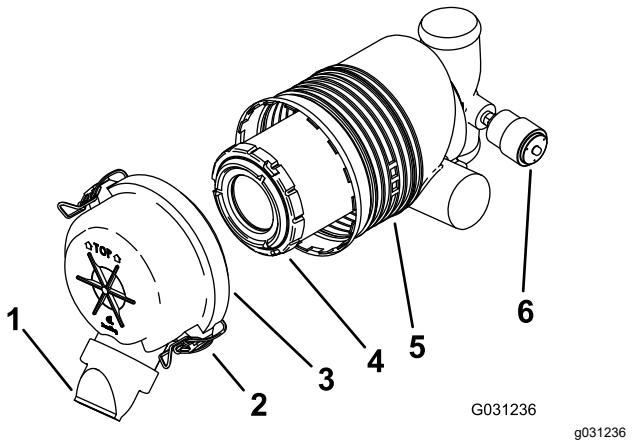

Figura 30
Importante: Sostituite il filtro dell'aria solo quando la spia di servizio è rossa (Figura 30). Sostituendo il filtro dell'aria prima del necessario si aumenta il rischio che la morchia entri nel motore quando si toglie il filtro.
5. Rilasciate i dispositivi di fermo del filtro dell'aria e togliete il coperchio dal corpo del filtro (Figura 30).
- Se l'indicatore di servizio è pulito, montate la copertura del filtro dell'aria con il coperchietto antipolvere orientato verso il basso e fissate i fermi (Figura 30).
1. Estraete con cautela il filtro dal corpo del filtro dell'aria (Figura 30).
3. Montate il filtro con attenzione (Figura 30).
4. Montate la copertura del filtro dell'aria con il coperchietto antipolvere orientato verso il basso e fissate i fermi (Figura 30).